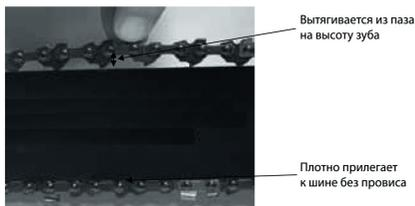

Рисунок 4
2. Вращайте винт до тех пор, пока цепь не будет плотно прилегать к нижней части шины, на середине шины цепь должна выходить из направляющего паза на высоту зуба (рисунок 4).